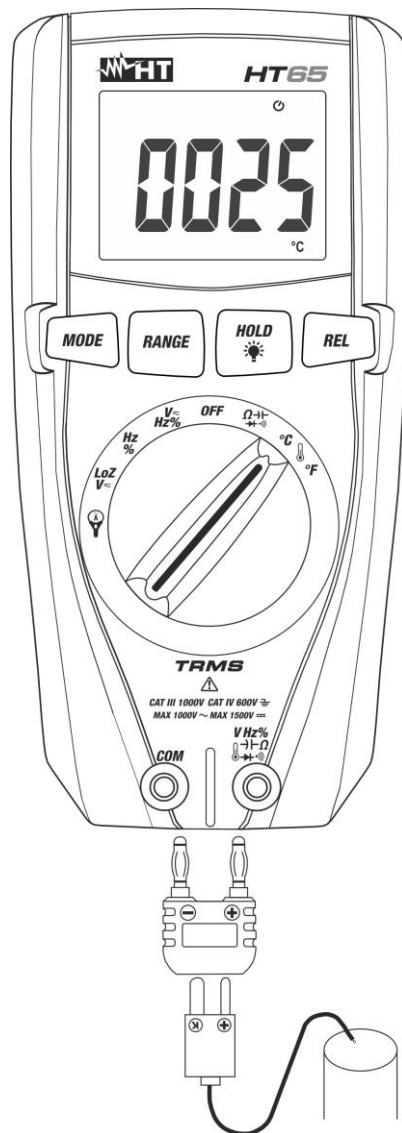

Fig. 9: Uso del instrumento para medida de Temperatura
2. Inserte el adaptador en dotación en los terminales de entrada **V Hz % Ω** (polaridad +) y **COM** (polaridad -) (vea Fig. 9)